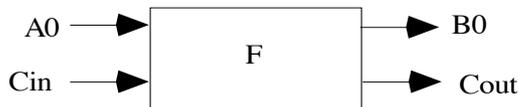

Figure 1 : incrémenteur sur 1 bit
On désire réaliser un incrémenteur CMOS sur 4 bits par la méthode de la retenue propagée, dont la vue extérieure est donnée figure 2. Ce circuit combinatoire réalise la fonction suivante : $B = A + 1$, avec A et B des données représentées sur 4 bits en complément à deux et Cout la retenue sortante permettant de cascader ce circuit pour réaliser des fonctions sur un plus grand nombre de bits. On fera tout d'abord la conception au niveau transistor d'un incrémenteur élémentaire sur 1 bit (figure 1) que l'on cascadera ensuite avec d'autres pour réaliser la fonction sur 4 bits.
- On s'intéresse tout d'abord à la synthèse du circuit combinatoire sur 1 bit de la figure 1. Toutes les entrées/sorties sont sur un bit. On a $B_0 = A_0 \text{ plus } C_{in} = A_0 \text{ XOR } C_{in}$, et $C_{out} = A_0 \text{ AND } C_{in}$ gère les débordements de l'addition. À quelle valeur doit-on placer C_{in} pour obtenir un incrémenteur sur 1 bit ? Si on réalise un schéma transistor direct à partir d'un XOR et d'un AND, quel est le nombre de transistor utilisé ?